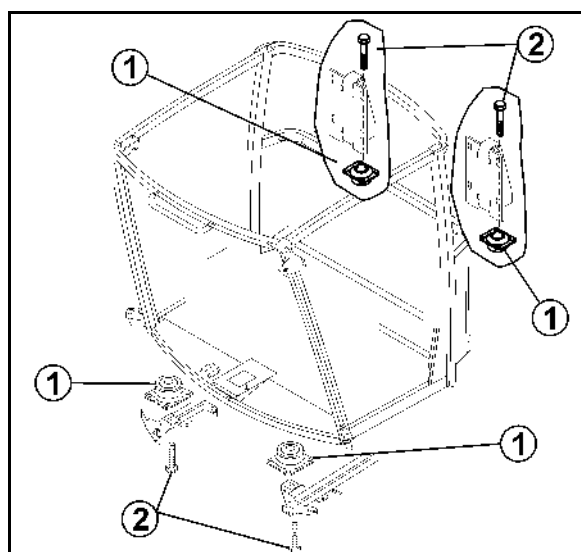

Bild 188
1. Öppna skyddet (Bild 188/1) till vänster på hyttaket.
2. Filter (Bild 188/2) lås upp, ta ut och byt.